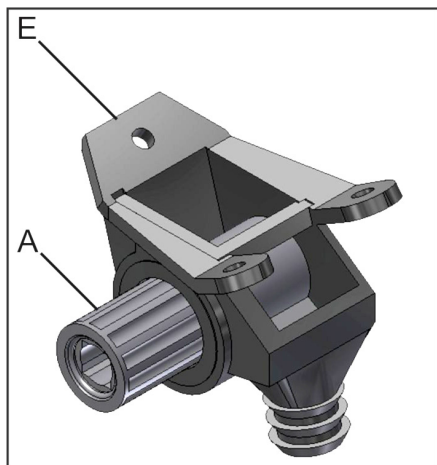
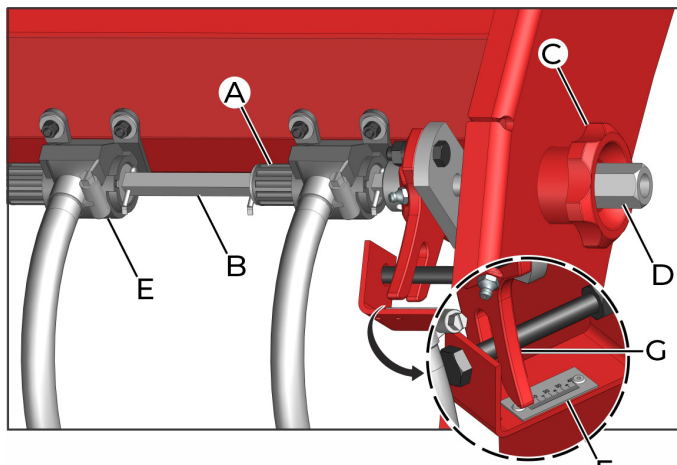

fig. 50
fig. 51
La distribución de las semillas finas se realiza mediante un rotor acanalado (A) (fig. 50 y 51), montado en un conjunto dosificador de semillas finas (E) (fig. 50 y 51), que es accionado por un eje cuadrado (B) (fig. 51), con la posibilidad de deslizarse sobre este eje, determinando una mayor o menor cantidad de semillas a distribuir.
El procedimiento de regulación se realiza moviendo el eje (B) (fig. 51) aumentando o reduciendo la abertura de trabajo de los rotores (A) (fig. 50 y 51) dentro del Conjunto del Dosificador (E) (fig. 50 y 51), a través del pomo (C) (fig. 51). Para iniciar la regulación, afloje la tuerca (D) (fig. 51), gire el pomo (C) (fig. 51) y siga la apertura de los rotores a través de la escala (F) (fig. 51) y el indicador (G) (fig. 51). Después de la regulación, bloquee el sistema volviendo a apretar la tuerca (D) (fig. 51).